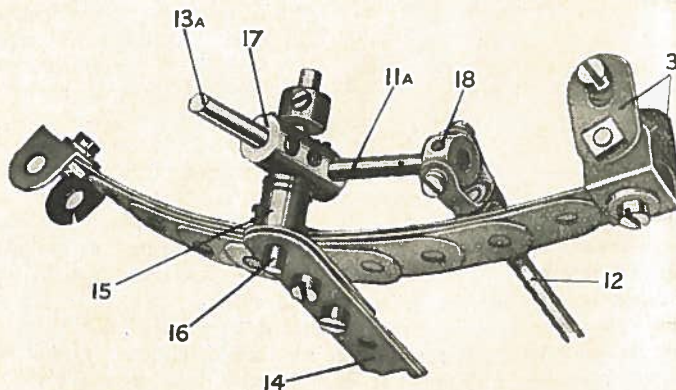

Fig. 6. — Détail du Pivot de Direction Côté gauche
On voit sur la fig. 6 que les ressorts avant sont du type semi-elliptique et que chacun d'eux est formé par une bande de 11 trous, une de 9, une de 7, une de 5 et une de 3, placées les unes au-dessus des autres et légèrement courbées.
Le montage d'un axe de direction 13a est montré dans tous ses détails sur la fig. 6. L'essieu avant 14 consiste en une bande de 11 trous supportant à chaque extrémité une manivelle 15. Une tringle de 38 mill. (16) fixée à chaque manivelle, constitue un axe de pivotement sur lequel un accouplement 17, supportant l'axe de direction (une tringle de 25 mill.), tourne librement. Les accouplements 17 (voir fig. 6), supportent une tringle de 25 mill. 11a, à laquelle est fixé un joint pivotant 18. La fourchette de ce dernier est fixée sur la barre d'accouplement 12, dont l'autre extrémité est bloquée au second axe de direction, également par un joint pivotant fixé lui-même à la tringle de 25 mill. (fig. 4 et 5).